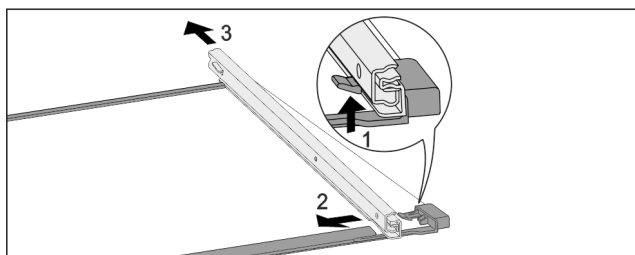

Fig. 235 Стеклопластина с направляющими
- ▶ Отожмите передний стопорный крючок вверх. Fig. 235 (1)
- ▶ Сдвиньте выдвижную направляющую в сторону Fig. 235 (2) и назад Fig. 235 (3).